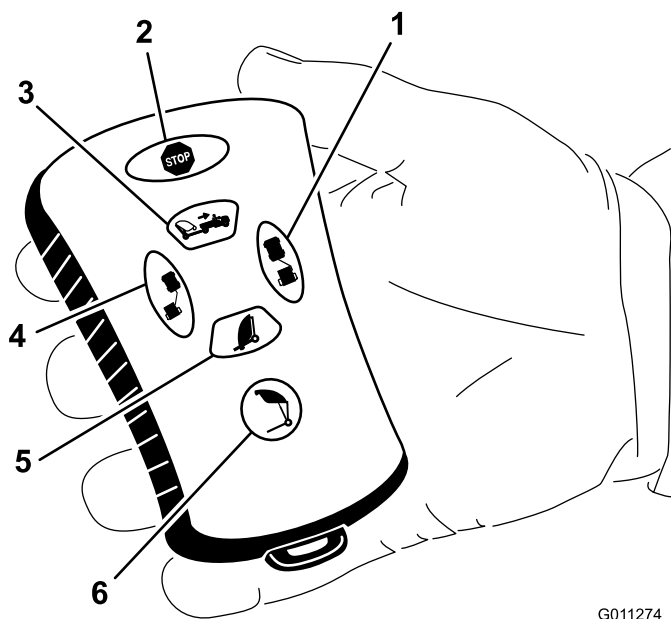

Figura 16
- Premete il pulsante di scarico del cassone (Figura 16).
- Quindi premete il pulsante della posizione disassata sinistra (Figura 16).
- Poi premete il pulsante della posizione disassata destra (Figura 16).
- Infine premete con una pressione lunga il pulsante di scarico del cassone (Figura 16).
Per abbassare il cassone premete il pulsante di abbassamento della spazzatrice (Figura 16). Il cassone può essere abbassato quando si trova in una qualsiasi delle seguenti posizioni:
Per disassare la spazzatrice verso sinistra premete con una pressione lunga il pulsante di disassamento a sinistra (Figura 16). Rilasciando il pulsante lo spostamento verso sinistra s'interrompe.
Per sollevare il cassone, premete il pulsante di sollevamento della spazzatrice e tenetelo premuto fino a quando il cassone non raggiunge l'altezza desiderata o non si arresta all'altezza predefinita (Figura 16).
Per disassare la spazzatrice verso destra premete con una pressione lunga il pulsante di disassamento a destra (Figura 16). Rilasciando il pulsante lo spostamento verso destra s'interrompe.